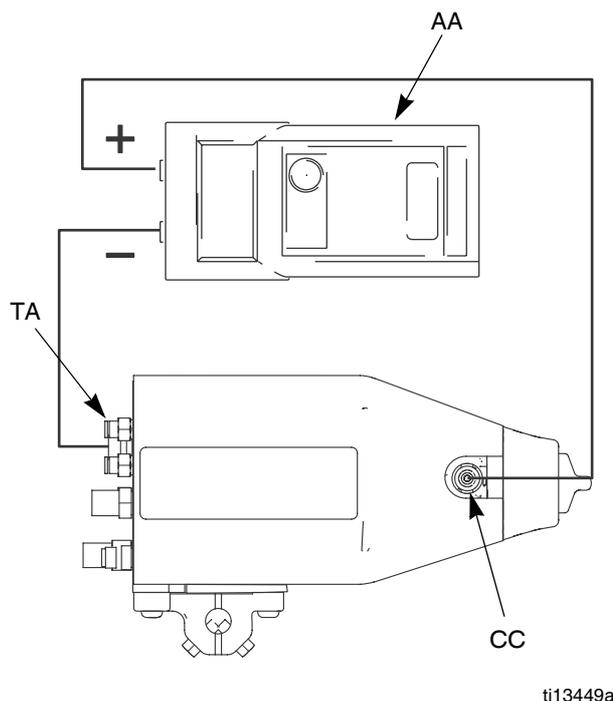

ABB. 17. Pistolenwiderstand überprüfen
Messen Sie den Widerstand zwischen dem Turbinenlufteinlassstutzen (TA) und der Ladekopfbuchse (CC) (siehe ABB. 17); er sollte zwischen 70 und 95 Megaohm liegen. Liegt der Widerstand außerhalb dieses Bereichs, prüfen Sie den Widerstand von Hochspannungserzeuger und Pistolenkörper. Liegt der Widerstand innerhalb des Bereichs, prüfen Sie den Widerstand des Ladekopfes.
Messen Sie den Widerstand zwischen der Metallfeder im Ladekopf (DD) und der Spitze des Ladekopfes (BB) (siehe ABB. 17); er sollte zwischen 15 und 30 Megaohm liegen. Liegt der Widerstand außerhalb dieses Bereichs, tauschen Sie den Ladekopf aus. Liegt der Widerstand innerhalb des Bereichs, untersuchen Sie die Feder und die Ladekopfbuchse auf mögliche Ursachen für eine schlechte Durchgängigkeit. Setzen Sie den Ladekopf wieder zusammen und prüfen Sie den Pistolenwiderstand erneut.